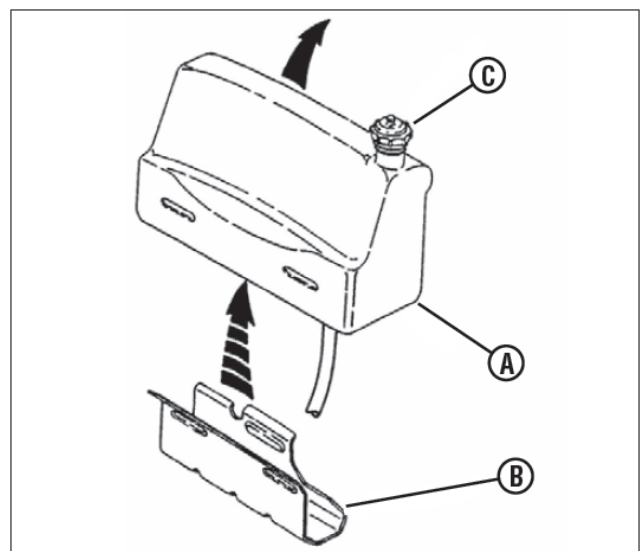

Рис. 31. Снятие топливного бака
1. Снятие топливного бака (А, рис. 31) выполняется с левой стороны машины, потянув его вверх с крепежного кронштейна (В).